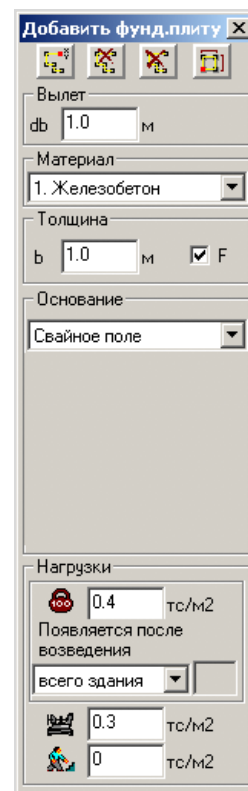

Рис.13.7.1 Окно диалога **Добавить фундаментную плиту**
- В открывшемся окне диалога **Добавить фундаментную плиту** (рис.13.7.1) задайте следующие параметры: